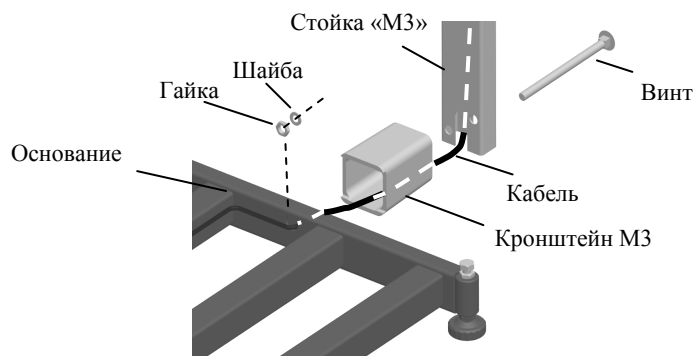

Рис. 5.3 - Крепление прямоугольной стойки к модулю ТВ-M_
- Протянуть кабель через кронштейн и стойку, Рис. 5.3.